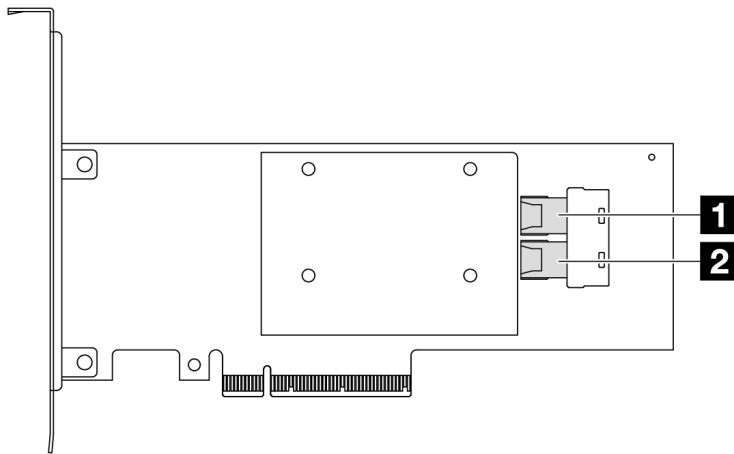

Figura 296. Um adaptador RAID/HBA Gen 3 8i SFF (dois conectores de porta)
- Figura 296 "Um adaptador HBA Gen 3 8i SFF (dois conectores de porta)" na página 295